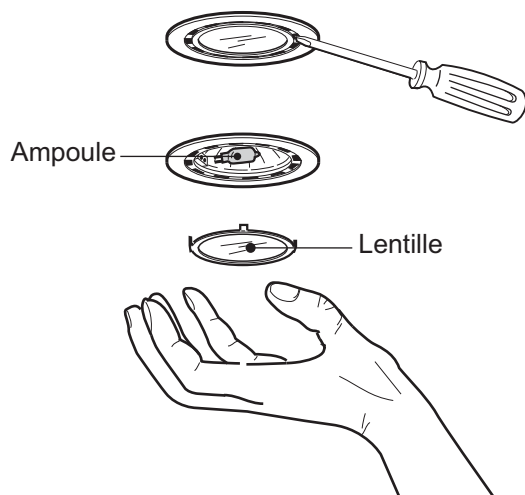

Figure 4 : Remplacement des ampoules halogènes
1. À l'aide de la lame d'un tournevis plat ou d'un outil équivalent, détachez les lentilles de protection en faisant levier, comme illustré sur la Figure 4.